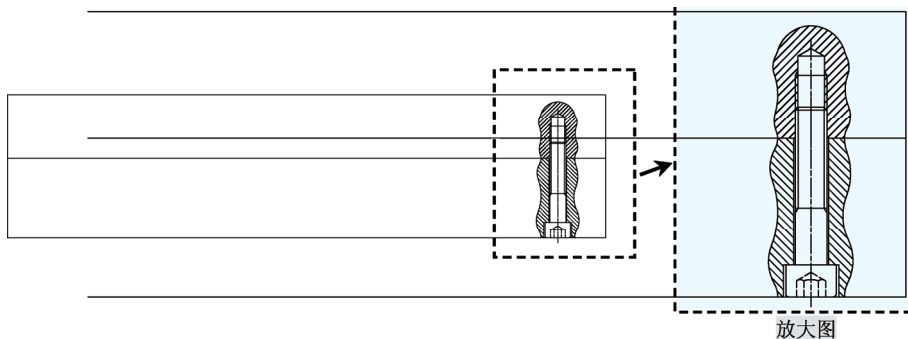

图 5-12 继续添加增强视图
6) 重复执行“增强视图”命令 (ampowerview), 在“俯视图”中添加螺纹的“俯视图”, 如图 5-12 所示。